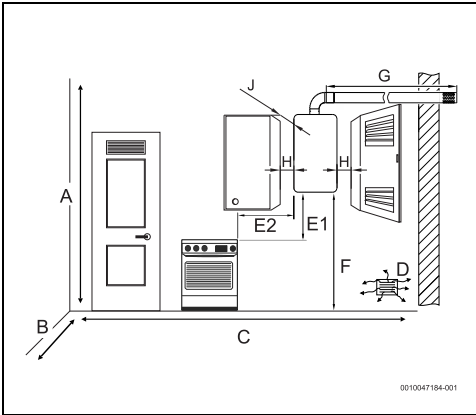

Fig. 11 Distancias mínimas
- ▶ Mantener las distancias mínimas, presentadas en la fig. 11.
- ▶ Asegurar un buen acceso para los trabajos de mantenimiento, respetando las distancias mínimas indicadas en la Fig. 11.